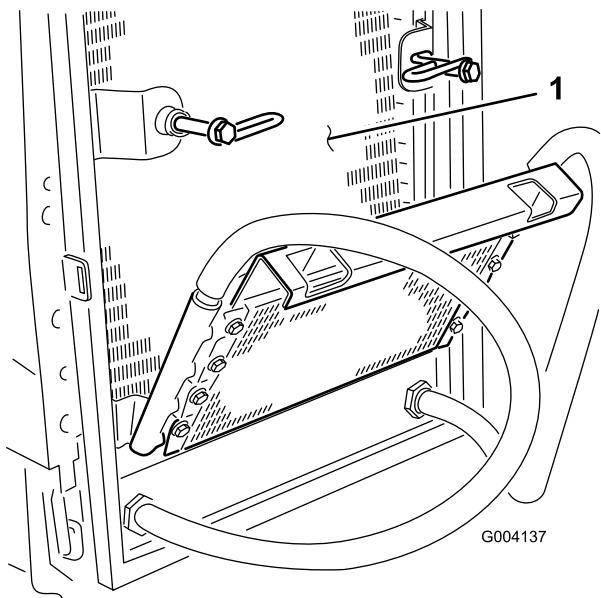

Figure 73
6. Nettoyez soigneusement les deux côtés du refroidisseur d'huile et du radiateur (Figure 73) à l'air comprimé.